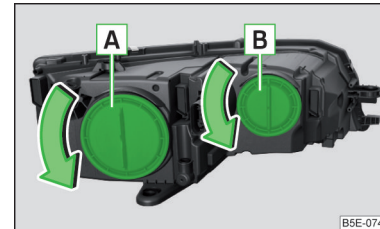

Fig. 357
Emplacement des ampoules » fig. 357
- Tournez le capuchon **A** » fig. 357 à la page 321 dans le sens des flèches.
- Placez le capuchon **A** » fig. 357 à la page 321 et tournez-le dans le sens inverse des flèches.
- Tourner le capuchon **B** » fig. 357 à la page 321 dans le sens des flèches.
- Placez le capuchon **B** » fig. 357 à la page 321 et tournez-le dans le sens inverse des flèches.